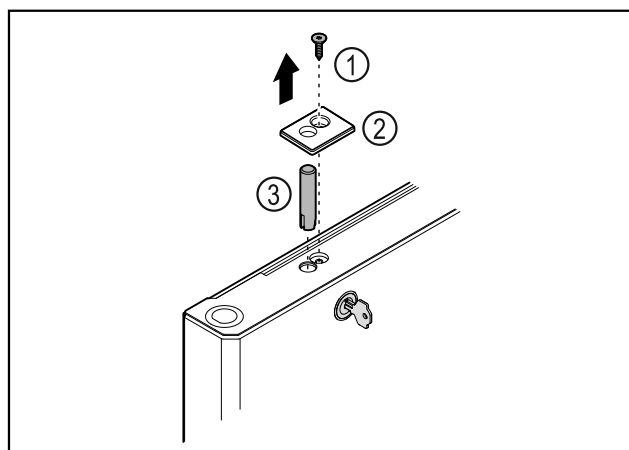

Fig. 38
- Отстранете винта Fig. 38 (1).
- Откопчайте капака Fig. 38 (2) с малка отвертка и го свалете.
- Изтеглете болта на ключалката Fig. 38 (3).